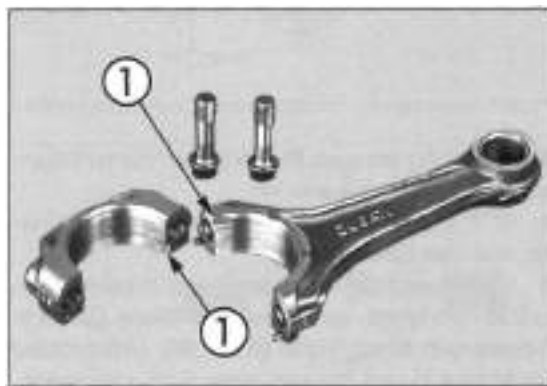

Bild 197
- Pleuellagerschalen in Pleuelstangen und Pleueldeckel einsetzen. Dabei Haltenasen der Lagerschalen in entsprechende Nuten Bild 197 der Pleuelstangen und Pleueldeckel einpassen. Schalen von Hand eindrücken.